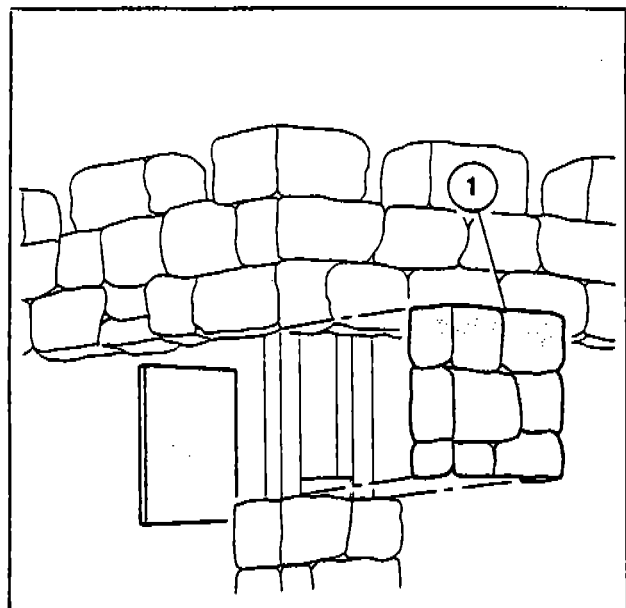

Fig. 16
- c) Nella versione «TETTO SASSI» inserire, nella parte superiore colonna, l'inserto (1-Fig. 16) tolto per il trasporto.